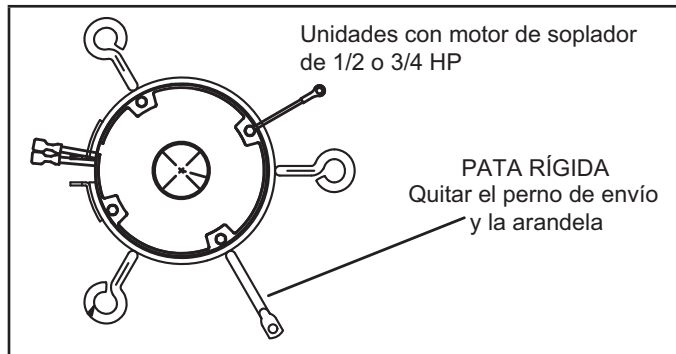

FIGURA 6
**NOTA** – Las unidades con motores del soplador de 1/2 o 3/4 HP están equipadas con tres patas flexibles y una pata rígida. Ver la FIGURA 6. La pata rígida está equipada con un perno de envío y una arandela plana de plástico blanca (en vez de la arandela de montaje de caucho utilizada con una pata de montaje flexible). **Se debe quitar el perno y la arandela antes de poner el calefactor en funcionamiento.** Después de haber quitado el perno y la arandela, la pata rígida no tocará el alojamiento del soplador.